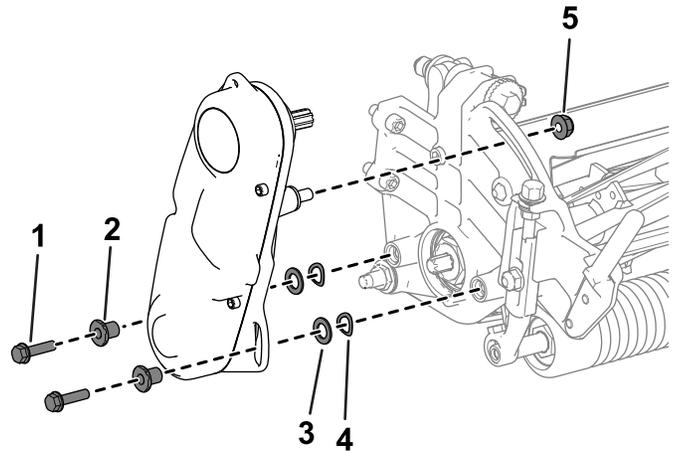

図 44
2. リール駆動アセンブリをサイドプレートに固定している部品を外す **図 44**。
3. サイドプレートから、リール駆動アセンブリ、平ワッシャ、スプリングワッシャ、スペーサを外す **図 44**。